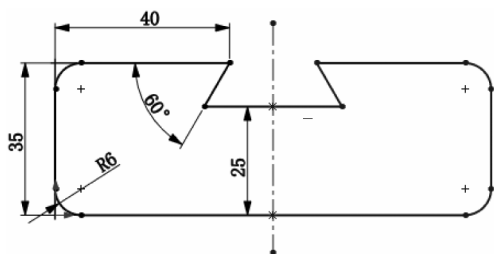

图 3-102 删除标注尺寸“50”后的草图
- [9] 删除标注尺寸“50”后的草图，如图 3-102 所示，草图欠定义。